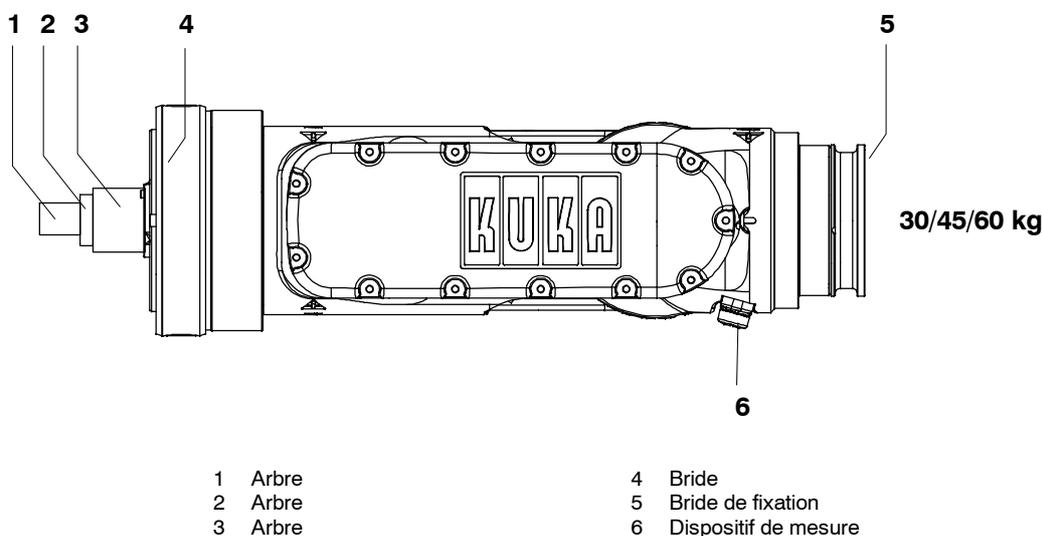

Fig. 3 Poignet en ligne PL 30/45/60
Le robot KR 30 L16 est doté d'un poignet en ligne à trois axes (Fig. 3) pour une charge de 16 kg (PL 16 II). Le poignet en ligne est fixé avec la bride (4) au bras à l'aide de raccords à vis. L'entraînement des axes du poignet A4, A5 et A6 est assuré via les arbres (1, 2, 3). Les outils sont montés sur la bride de fixation (6) de l'axe 6. Chaque axe dispose d'un dispositif de mesure (5) permettant, via un palpeur de mesure électronique (accessoire), de vérifier la position mécanique zéro de l'axe respectif et de la reprendre dans la commande. Les sens de rotation, les caractéristiques des axes et les charges autorisées peuvent être consultés au chapitre 4, "Caractéristiques techniques".
Suivant le modèle, les types de robots KR 30, 60-3 sont dotés d'un poignet en ligne à trois axes (Fig. 3) pour une charge de 30, 45, 60 kg. Les fonctions et les interfaces de connexion correspondent à celles du PL 16 II. Ce poignet en ligne est cependant équipé de courroies dentées pour l'entraînement des axes 5 et 6.